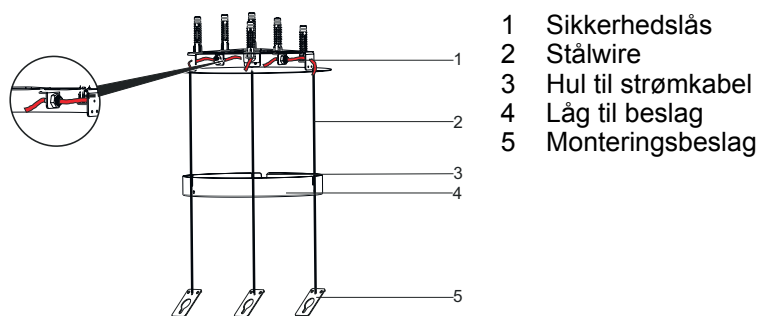

Fig. 8
1. ➤ Stålwirerne skal føres igennem sikkerhedslåsene. (Fig. 8).
2. ➤ Træk nu i stålwirerne. Sikkerhedslåsene vil sørge for at wirerne ikke kan trækkes bagud(Fig. 8).